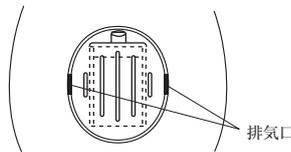

図2
- ボトルを2、3回ポンピングし排気口から排気音が発生することを確認する。¹⁾(図2)